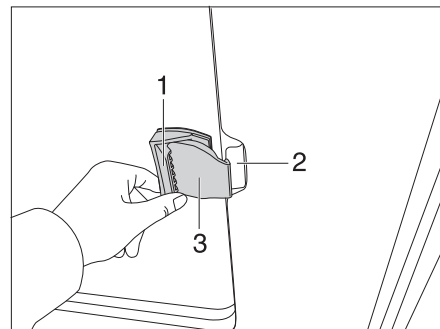

Bild 63 Skjutfönster utan lås
- Dra handtagsluckan (Bild 63,1) och skjut handtaget samtidigt framåt eller bakåt.